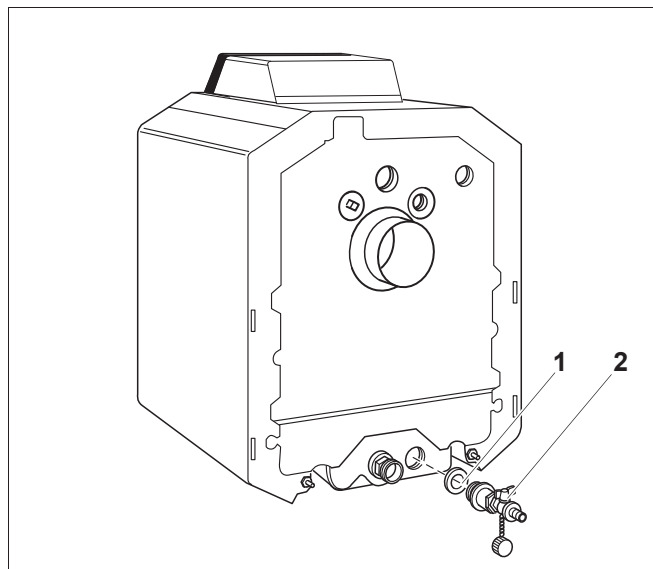

Рис. 2 Комплект KES для подключения сливной линии на котле G125
- Проверьте правильность установки уплотнительного кольца  $\varnothing 35 \times 3$  (рис. 2, [1]) на комплекте подключения сливной линии котла (рис. 2, [2]).
- Вверните комплект подключения сливной линии (рис. 2, [2]) в отверстие предохранительной обратной линии котла.